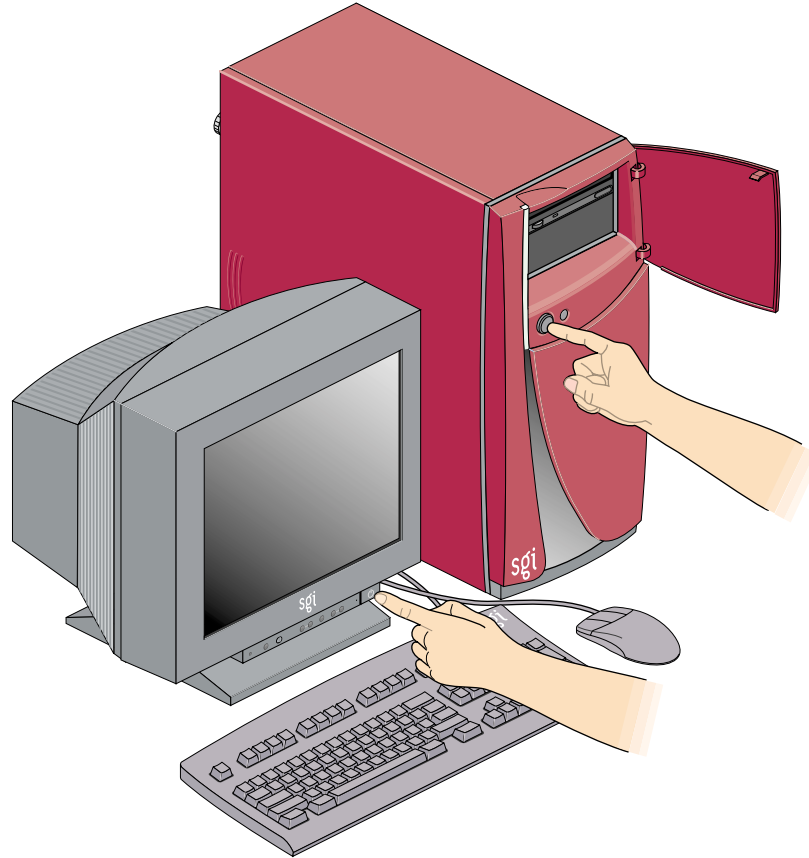

Abbildung 4-1 Ausschalten des Systems
1. Wenn Sie an der Workstation angemeldet sind, melden Sie sich ab. Drücken Sie anschließend die Netzschalter, um die Workstation und den Monitor abzuschalten (siehe Abbildung 4-1).